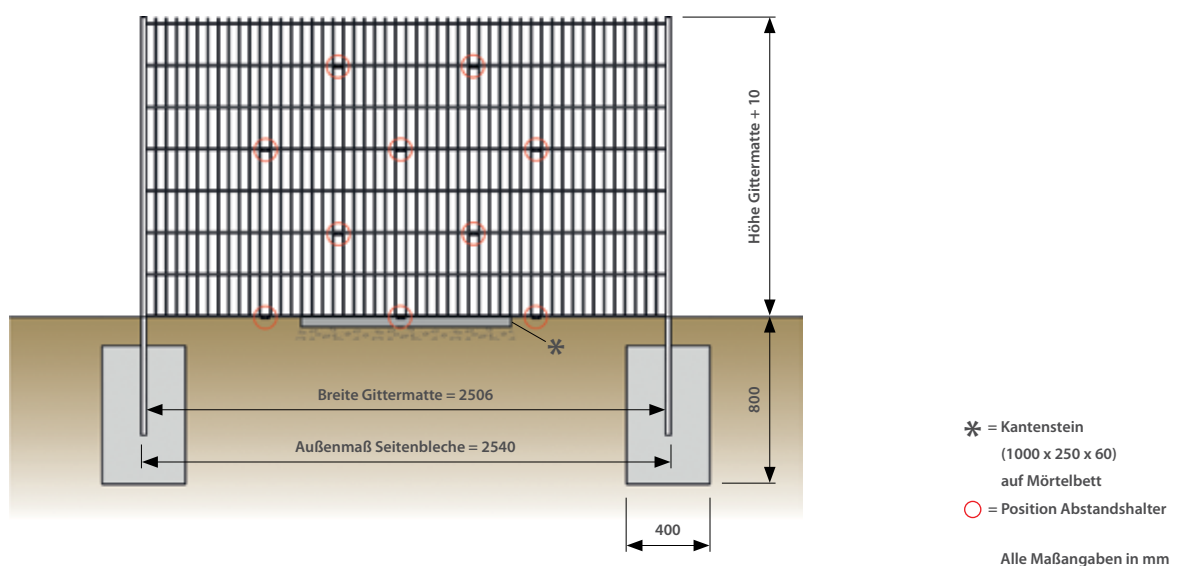
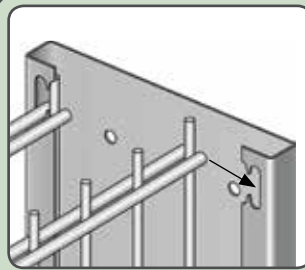

Abb. 1
Abb. 2
- Positionieren Sie die Seitenbleche und gießen Sie die Fundamente mit Beton C20/25 aus (achten Sie darauf, dass die Seitenbleche gerade stehen!) (**Abb. 1**)
- Nachdem der Beton ausgehärtet ist können Sie die Gittermatten einhängen (**Abb. 2**). Zur besseren Lastverteilung der Steinfüllung und um ein Durchbiegen der Gittermatten zu verhindern empfiehlt es sich einen Kantenstein unter die Gittermatten zu legen (**Abb. 1**)
- Setzen Sie beim Befüllen der Gabione nach jeder 2. Gitterreihe weitere Abstandshalter ein (wir empfehlen 3 Abstandshalter pro qm) (**Abb. 1**)